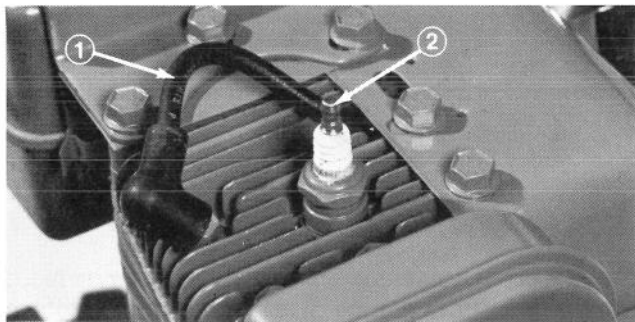

Figure 36
2. Débranchez le câble à haute tension de la bougie (Fig. 36) et enlevez la bougie de la culasse.
4. Raccordez le câble à haute tension à la bougie (Fig. 36).